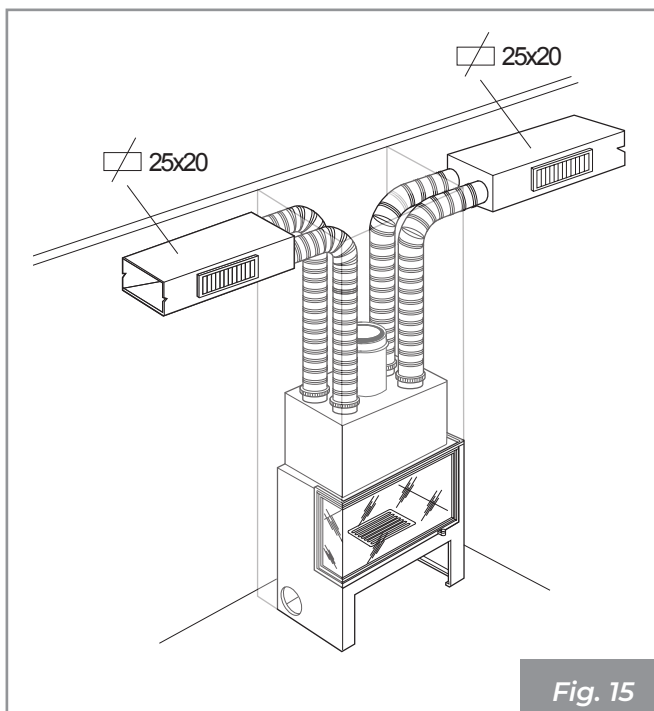

Fig. 15
- Tubo liscio metallico - lunghezza fino a 14 m su doppio condotto **(Fig. 15)**.